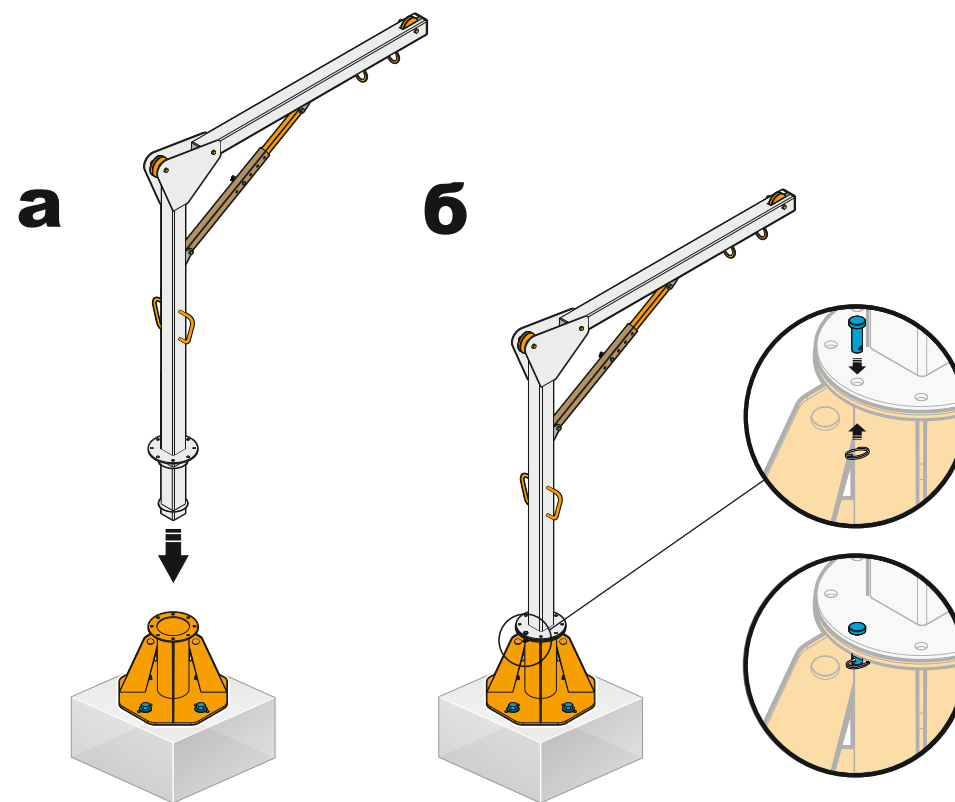

Рис. 10 Установка переносного анкерного устройства, арт. IV01 в базу для установки на горизонтальной поверхности, арт. GIV03.
Установка переносного анкерного устройства, арт. IV01 в базу для установки на горизонтальной поверхности, арт. GIV03 (рис. 10):
2. Вставить переносное анкерное устройство в «стакан» базы (рис. 10а). База для установки на горизонтальной поверхности и переносное анкерное устройство должны быть полностью смонтированы, проверены и одобрены для эксплуатации компетентным лицом.
3. Для фиксации угла поворота переносного анкерного устройства относительно базы использовать фиксирующий штифт (рис. 10б).